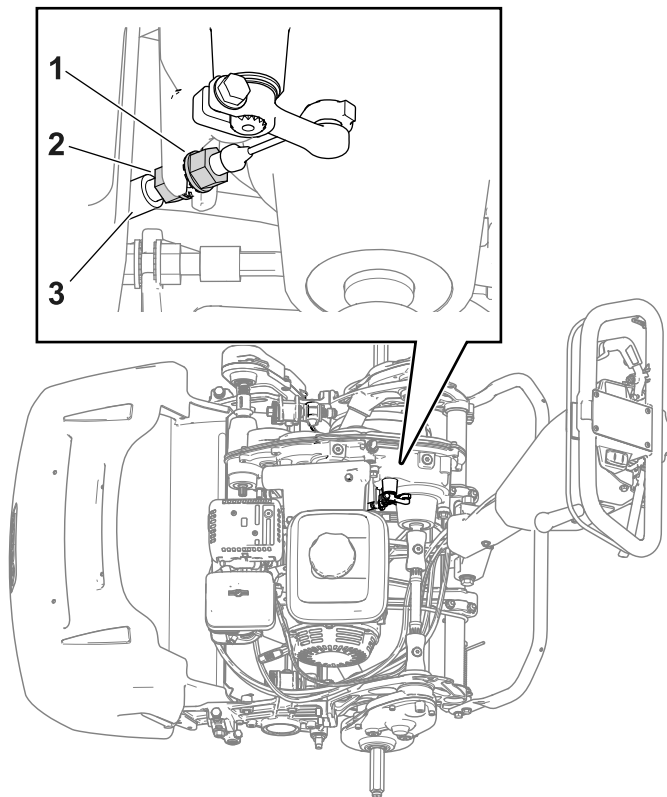

Figure 39
- Pour augmenter la tension du câble, desserrez l'écrou de blocage avant et serrez l'écrou de blocage arrière (Figure 39). Répétez l'opération 2 et ajustez la tension au besoin.
- Pour diminuer la tension du câble, desserrez l'écrou de blocage arrière et serrez l'écrou de blocage avant (Figure 39). Répétez l'opération 2 et ajustez la tension au besoin.